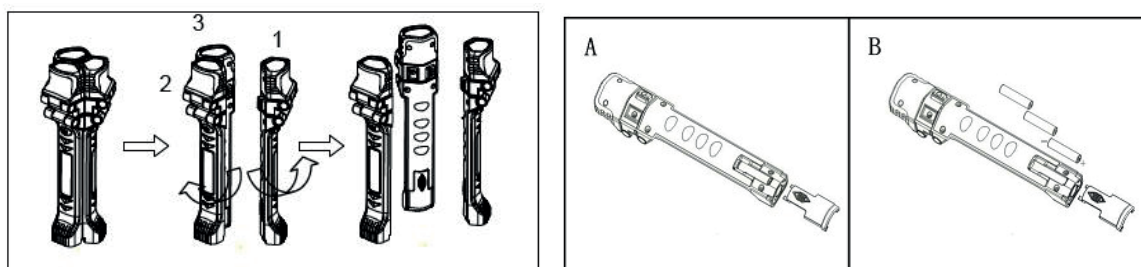

Fig. 1
1. Staccare le 3 torce a LED rimuovendo la torcia 1 dalla torcia 2 e 3, aprire il gruppo con torsione come mostrato in Fig.1